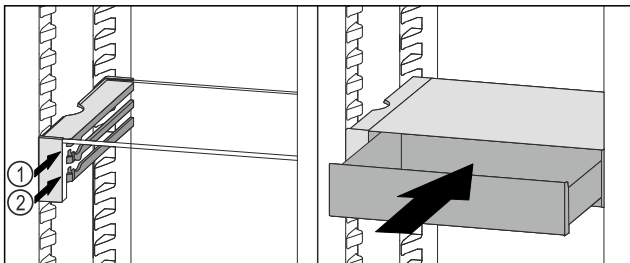

Fig. 116
- ▶ Установите выдвижной ящик VarioSafe за стопоры на требуемый выступ Fig. 116 (1) или Fig. 116 (2).